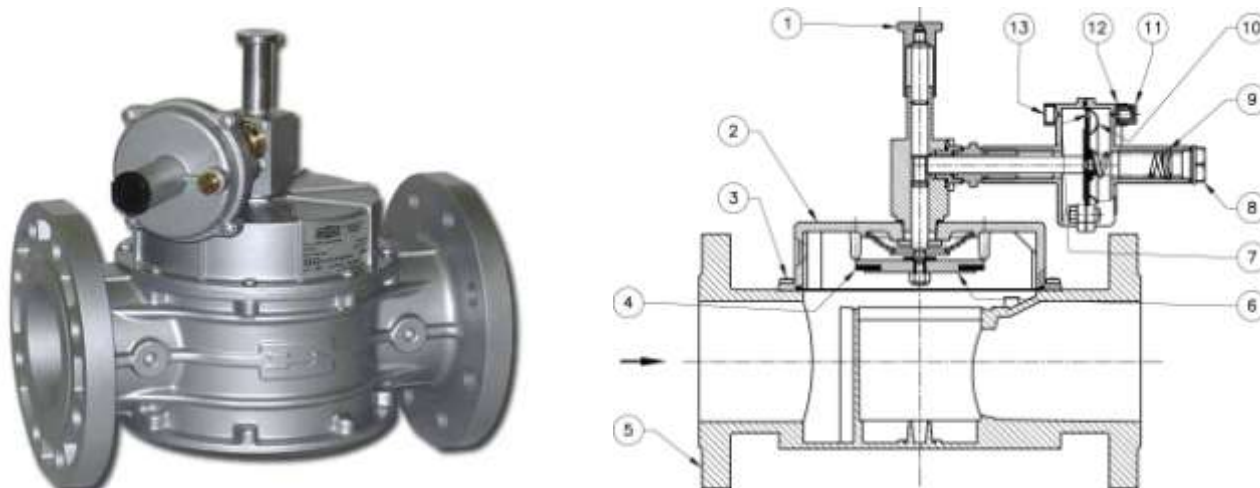

Рис. 2
В модификациях с соединениями DN 65 ÷ DN 150: (см. рис. 2) слегка потянуть на себя рычаг взвода (1), дать выровняться давлению на входе в устройство и выходе из него, после чего дотянуть рычаг взвода (1) до щелчка.